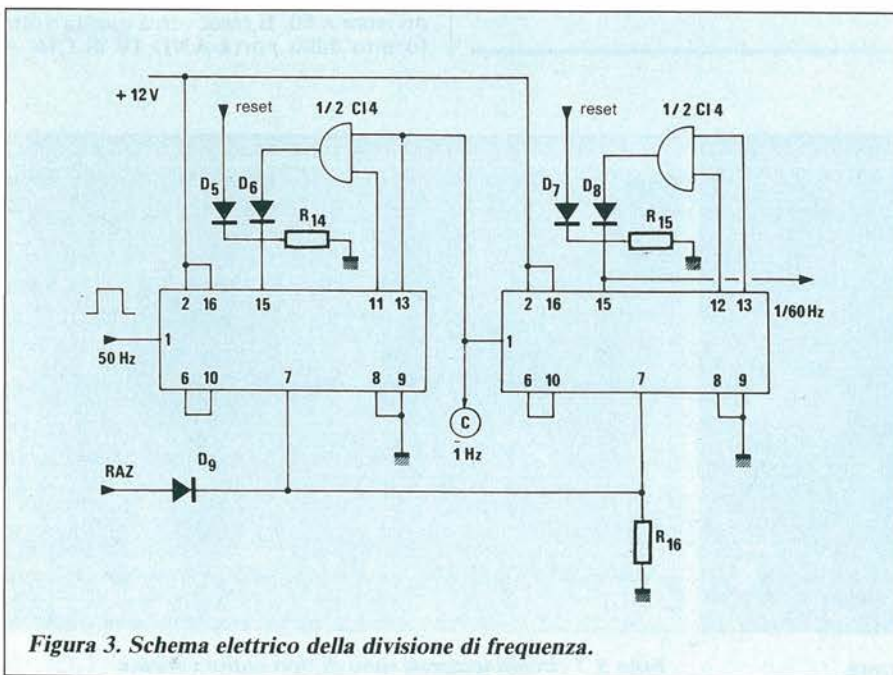

Figura 3. Schema elettrico della divisione di frequenza.
2. Divisione di frequenza (Figura 3)